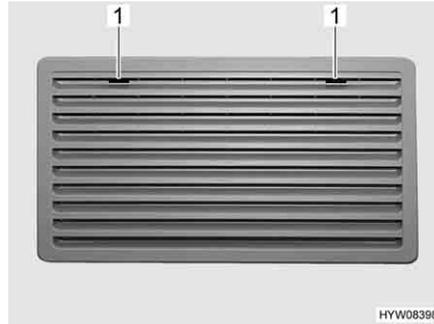
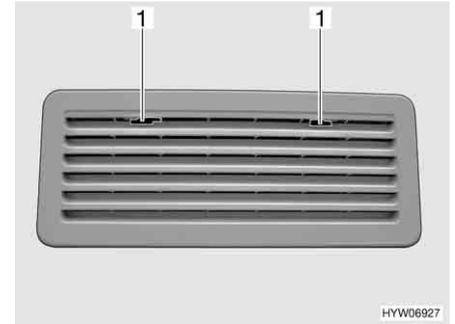

Bild 222 Kühlschrank-Lüftungsgitter (Theftord groß)
Bild 223 Kühlschrank-Lüftungsgitter (Theftord klein)
- Arretierung (Bild 222,1 oder Bild 223,1) zur Mitte schieben.